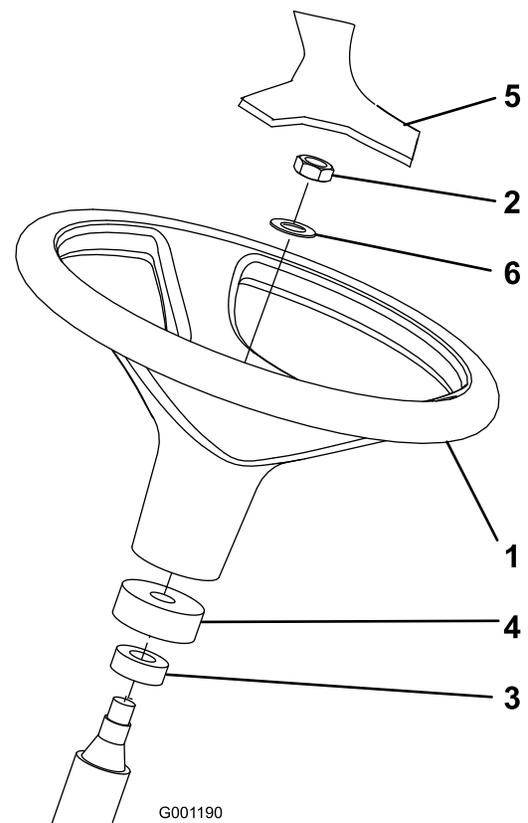

Figura 3
1. Retire el volante del calzo de transporte (Figura 3).
Nota: Asegúrese de que el collar de gomaespuma y el protector de polvo están colocados en la columna de dirección (Figura 3).
3. Deslice el volante y la arandela sobre la columna de dirección (Figura 3).
- Monte el embellecedor en el volante (Figura 3).